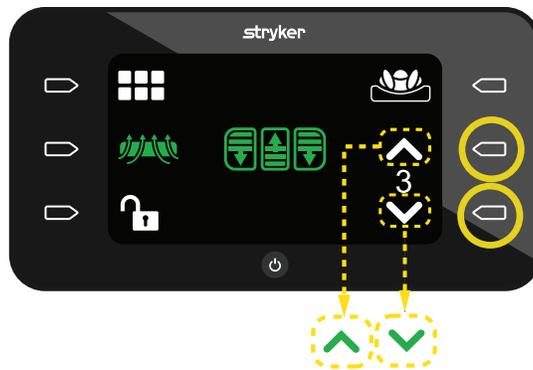

Figure 35 – Mode ALP niveau 3
- Appuyer sur le bouton d'**action** en regard de l'icône d'**augmentation** ou de **diminution** pour augmenter ou diminuer le niveau ALP de 1 à 5 (Figure 35).